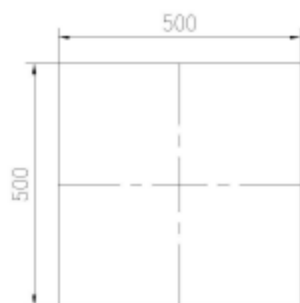
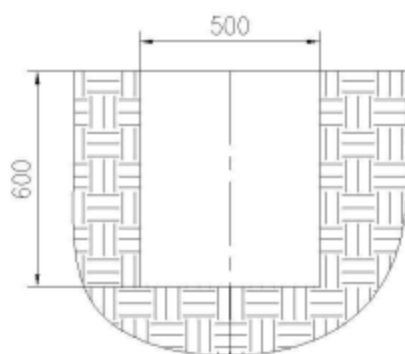

图1
图2
2) 按照混凝土基坑分布图（如图1），挖混凝土基坑，混凝土基坑的尺寸为500×500×600mm（长×宽×深），如图2；（注：安装器材各支撑立柱混凝土基坑处置不应为上大下小的形状）。